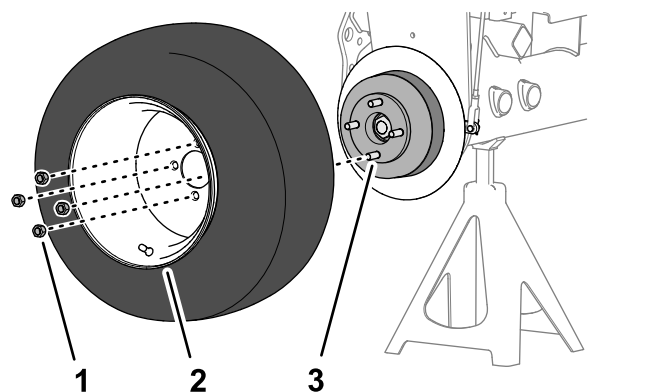

Рисунок 72
- Установите колесо на ступицу с помощью 4 зажимных гаек (Рисунок 72) и затяните зажимные гайки от руки.